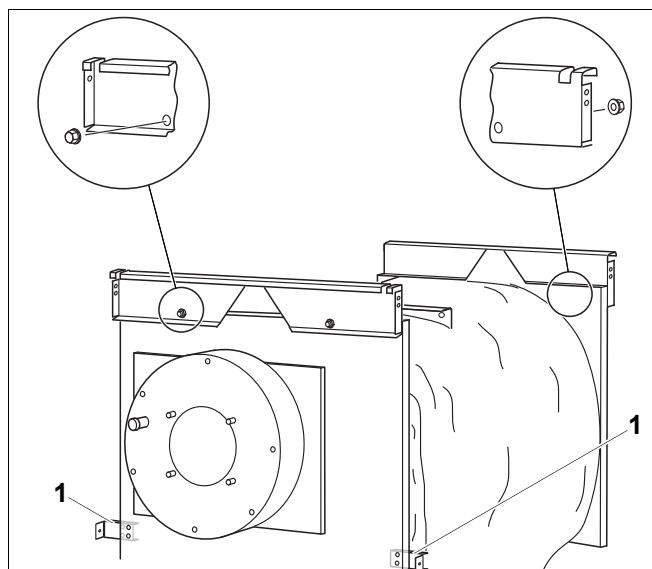

Рис. 9 Траверсы
- Наденьте переднюю траверсу (трапециевидным вырезом вниз) 2 отверстиями на шпильки и закрепите гайками (рис. 9).
- Наденьте заднюю траверсу (трапециевидным вырезом вниз) 2 отверстиями на шпильки и закрепите гайками (рис. 9).
Отбортовки траверс должны быть направлены от котла (рис. 9).
- Слегка закрепите передние средние траверсы (рис. 9, **поз. 1**) слева и справа двумя винтами и двумя шайбами.
Пока не затягивайте винты крепления средней траверсы (рис. 9, **поз. 1**). Только после выравнивания и крепления передней боковой стенки можно затянуть винты траверс.
- Вставьте фиксатор провода (рис. 9, **поз. 4**) в траверсу **со стороны шарниров** дверцы горелки и протяните через него кабель горелки.